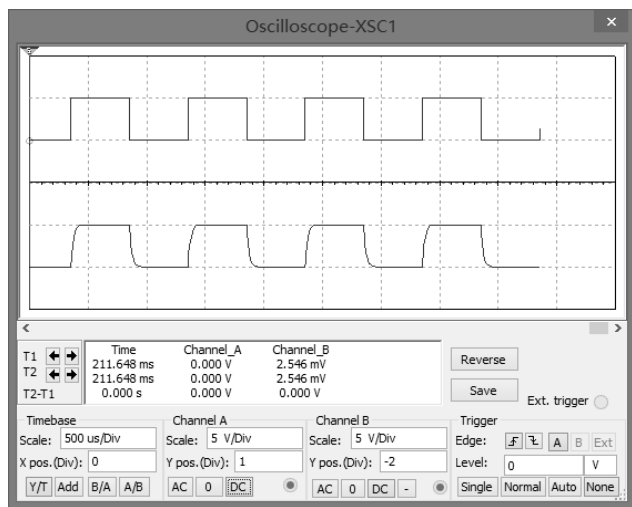

图 4.3.8 显示测量波形
(4) 仿真, 观察波形。运行仿真, 观察波形, 并记录。按下 **||** 按钮, 电路仿真暂停, 可使波形稳定显示。在图 4.3.8 中, 同时显示两路波形。上面显示的是时钟信号源产生的波形, 是周期性的方波, 频率为 1kHz。下面显示的是电容的波形, 可以看见, 在时钟信号从低电平变成高电平时, 电容开始充电, 电容上的电压值开始慢慢增加, 很快就达到最高值。在时钟信号从高电平变成低电平时, 电容开始放电, 电容上的电压值慢慢减小, 很快降到最小值。